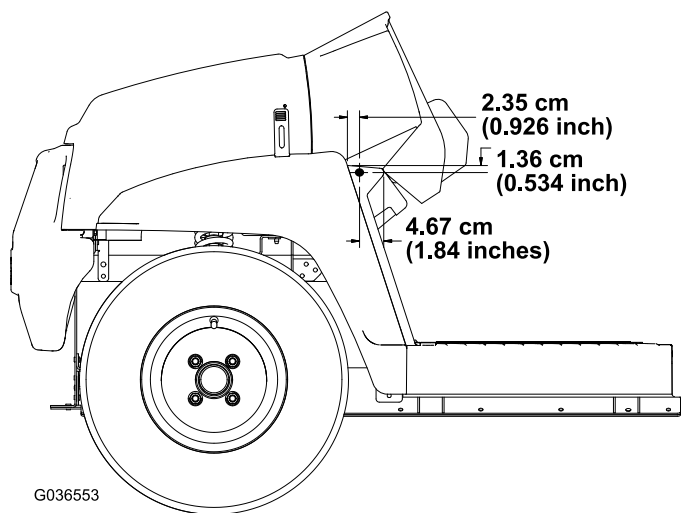

图4
3. 使用图4中所示的尺寸，在机器左右侧的脚踏板外侧钻 1 个孔（5/16 英寸）。